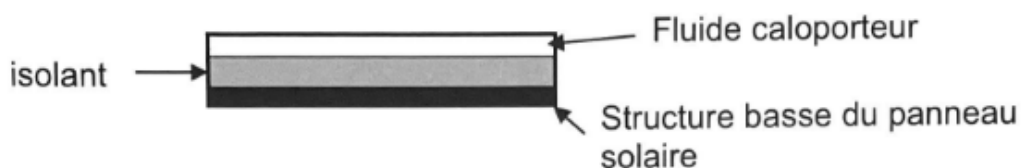

Figure 2 : Schéma de la structure du panneau solaire
Afin de limiter les pertes thermiques, le panneau solaire contient un isolant intercalé entre le fluide caloporteur, chauffé par le Soleil, et la structure basse du panneau (figure 2). Cette couche isolante est composée soit d'une résine de mélamine, soit d'une mousse de polyuréthane rigide.
- Le flux thermique à travers l'isolant a pour expression $\phi = \frac{\Delta\theta}{R_{th}}$ où $\Delta\theta$ est la différence de température entre les parties supérieure et inférieure de l'isolant (figure 2).